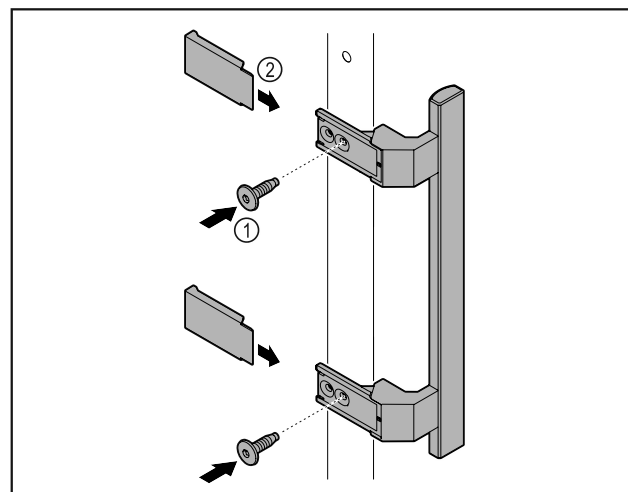

Fig. 7
- Paigaldage kaaspakist pärit käepide kaasasolevate kruvidega Fig. 7 (1) ukse külge.
- Pange kate Fig. 7 (2) peale.